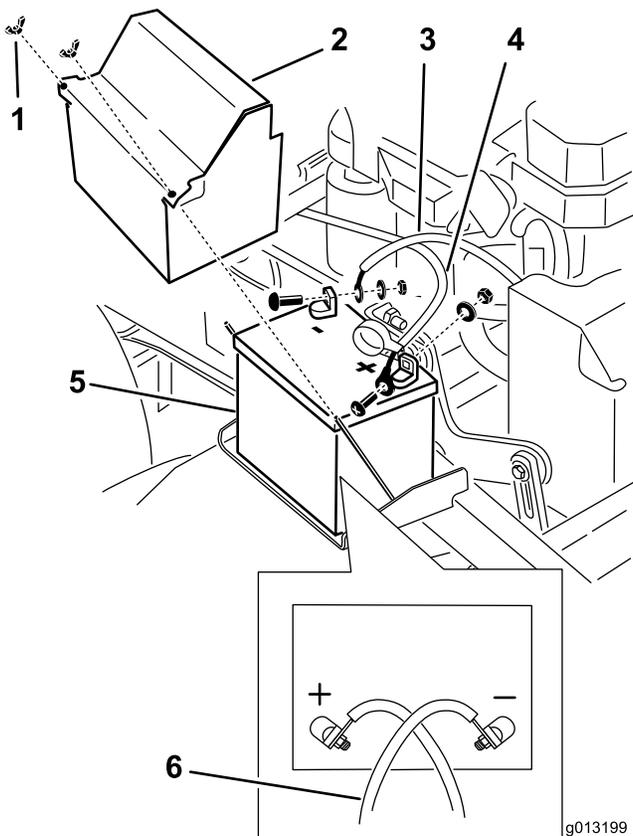

Figura 51
3. Desligue o cabo negativo da bateria do terminal negativo (-) da bateria (Figura 51).
4. Retire a protecção do terminal vermelho do terminal positivo (vermelho) da bateria. Em seguida, retire o cabo positivo (vermelho) da bateria (Figura 51).
5. Retire a placa de suporte da bateria e guarde todas as peças (Figura 51) e retire a bateria.
1. Coloque a bateria na máquina (Figura 51).
3. Primeiro, instale o cabo positivo (vermelho) da bateria no terminal positivo (+) da bateria com uma porca, anilha e perno (Figura 51). Coloque a protecção de borracha no borne.
4. Em seguida, instale o cabo negativo da bateria e o cabo de massa no terminal negativo (-) da bateria com uma porca, anilha e perno (Figura 51).
Nota: Os cabos da bateria cruzam-se quando estão correctamente instalados (Figura 51).